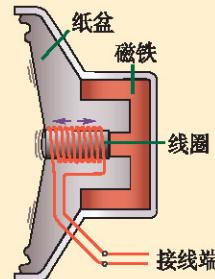

图 1-7-6
- 音箱设备中的扬声器,可以把放大了的音频电信号还原成声音.小型扬声器的内部构造如图 1-7-6 所示,说明扬声器是怎样工作的.(接线端加有与声音频率相同的电压信号)